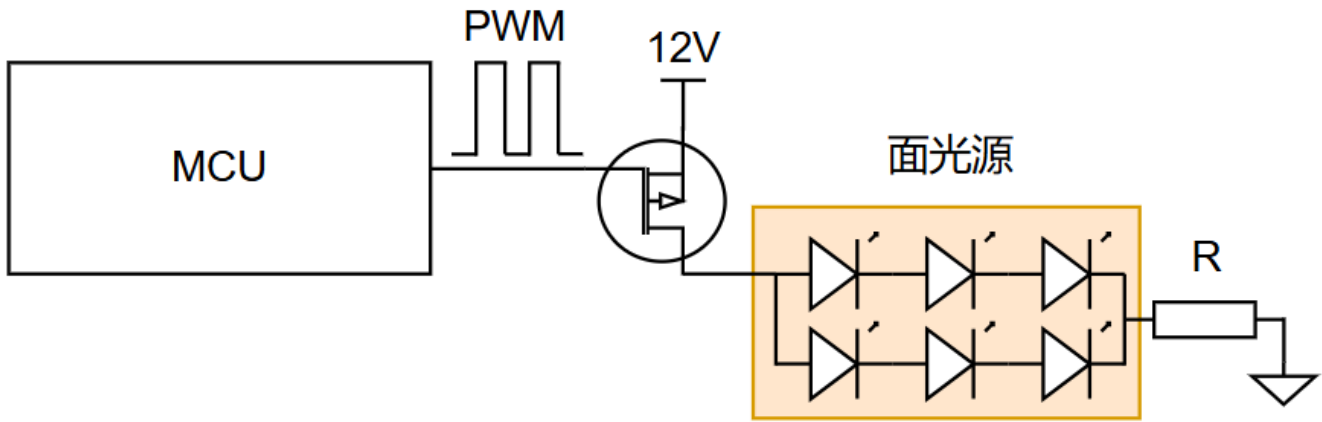

图 4. LED 照明驱动方案
3. LED 照明：一般使用大功率 LED 或 LED 灯串来照亮空间，LED 照明在冰箱中最为常用，比如冰箱的面光源，在打开冰箱门时照亮整个储藏空间。这种应用的驱动方案比较简单，如图 4 所示，通过周期性地控制 PMOS 的开通关断即可控制面光源的亮度，从而实现渐亮和渐暗的功能。